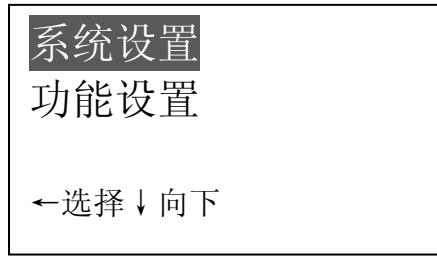

图 20
- b. 按←键进入进入主菜单, 如下 (如图 20),
- b. 按←键进入进入主菜单，如图 20。
- 按←键进入进入主菜单，如图 20。
- b. 按 **←** 键进入 **主菜单**，如图 20。
b. 按←键进入进入主菜单，如图 20。
- 按 \leftarrow 键进入进入主菜单，如图 20。